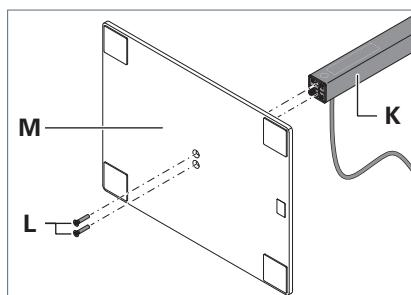

Fig. 3: Monter le bras vertical.
- ▶ Montez le bras vertical avec les vis fournies **L** au pied du luminaire **M**, voir Fig. 3.